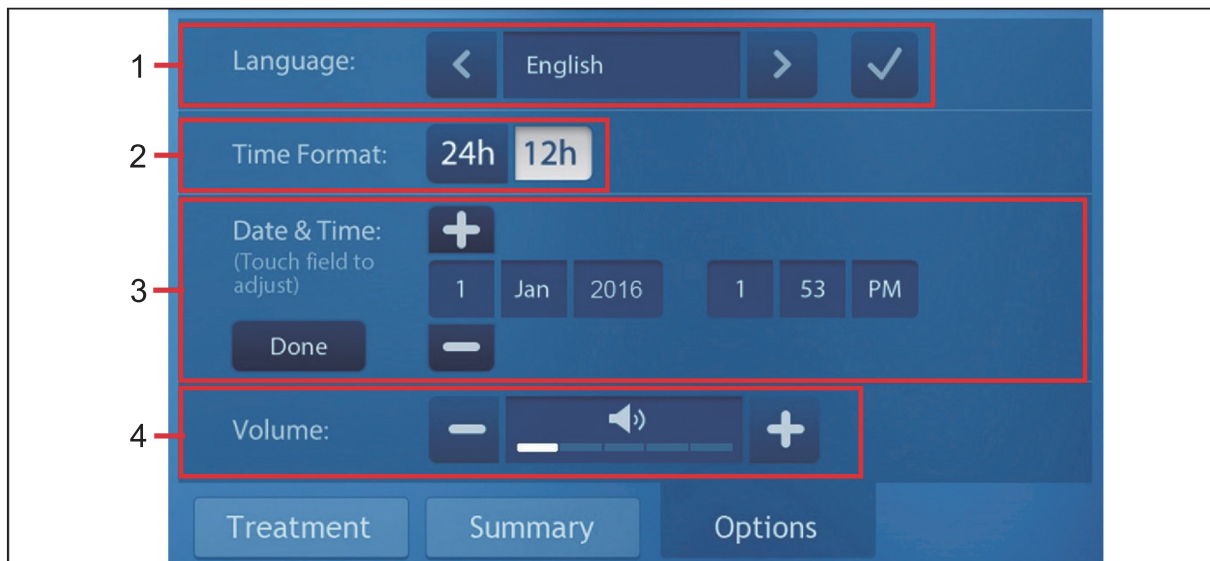

図 12: 制御画面 : オプションタブ (国内用は日本語表示)
Options (オプション)画面の内容は、次のように詳述される。図12内の番号は、以下のステップに対応している。
- ・ システムからの音声信号の音量は、ボリュームスライダーの「+」または「-」ボタンを最大音量から最小許容音量まで押すことで、Options (オプション) 画面 (図12を参照) から制御できる。